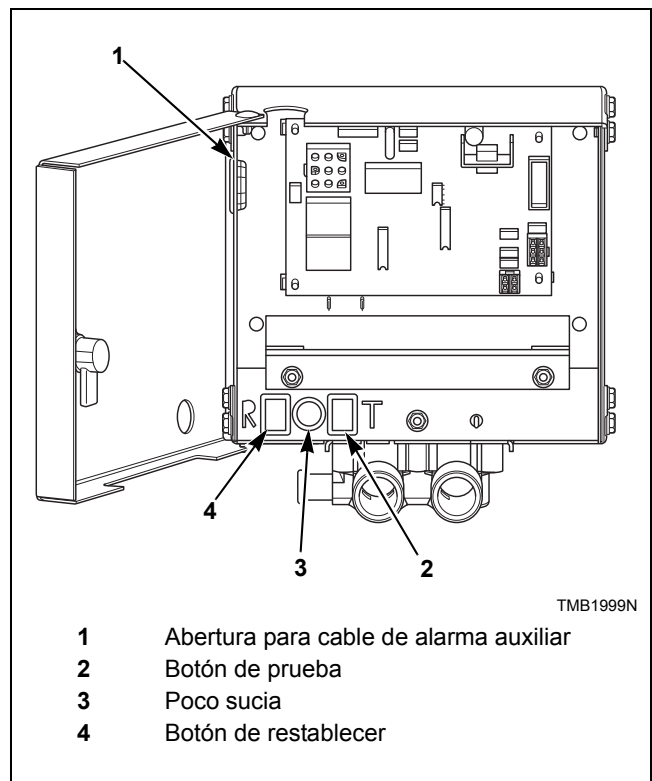
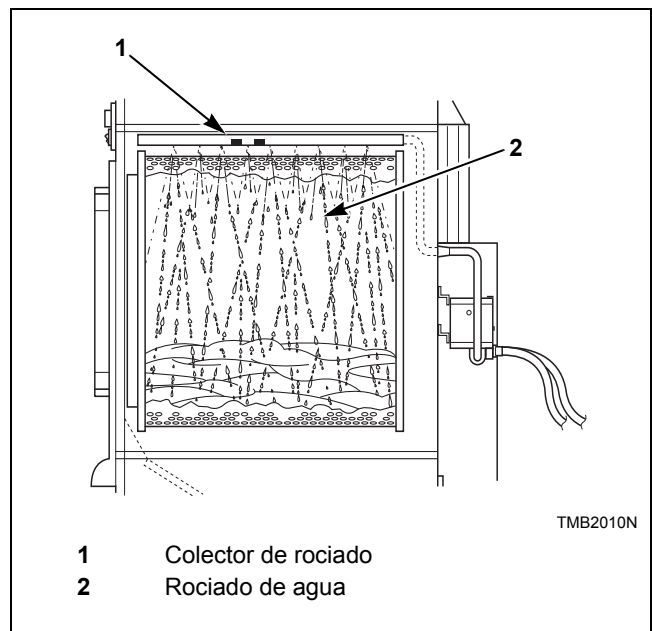

Figura 53
Figura 54
6. Pulse y mantenga presionado el botón de prueba, verifique que la luz esté encendida, esto debe tomar aproximadamente cinco segundos. Consulte la *Figura 53*. Después de una pausa de un segundo el agua debe de empezar a rociar dentro del cilindro.
7. Después de 15 segundos de rociado de agua, pulse y mantenga presionado el botón reinicio (reset) hasta que se apague el rociado de agua y la luz se apague. Esto debe tomar aproximadamente un segundo. Consulte la *Figura 53* y la *Figura 54*.